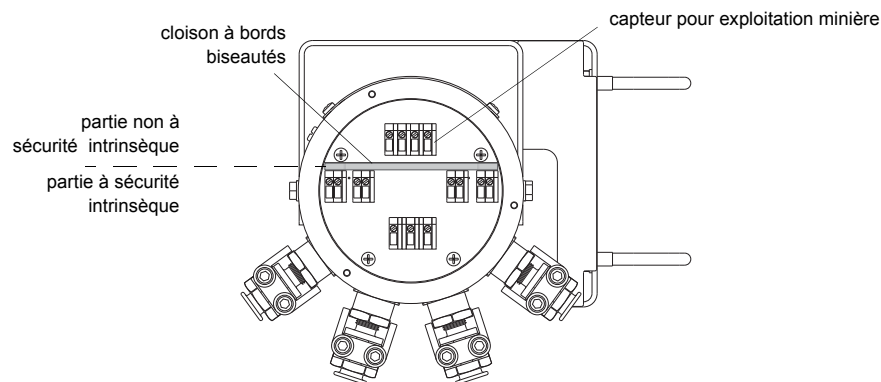
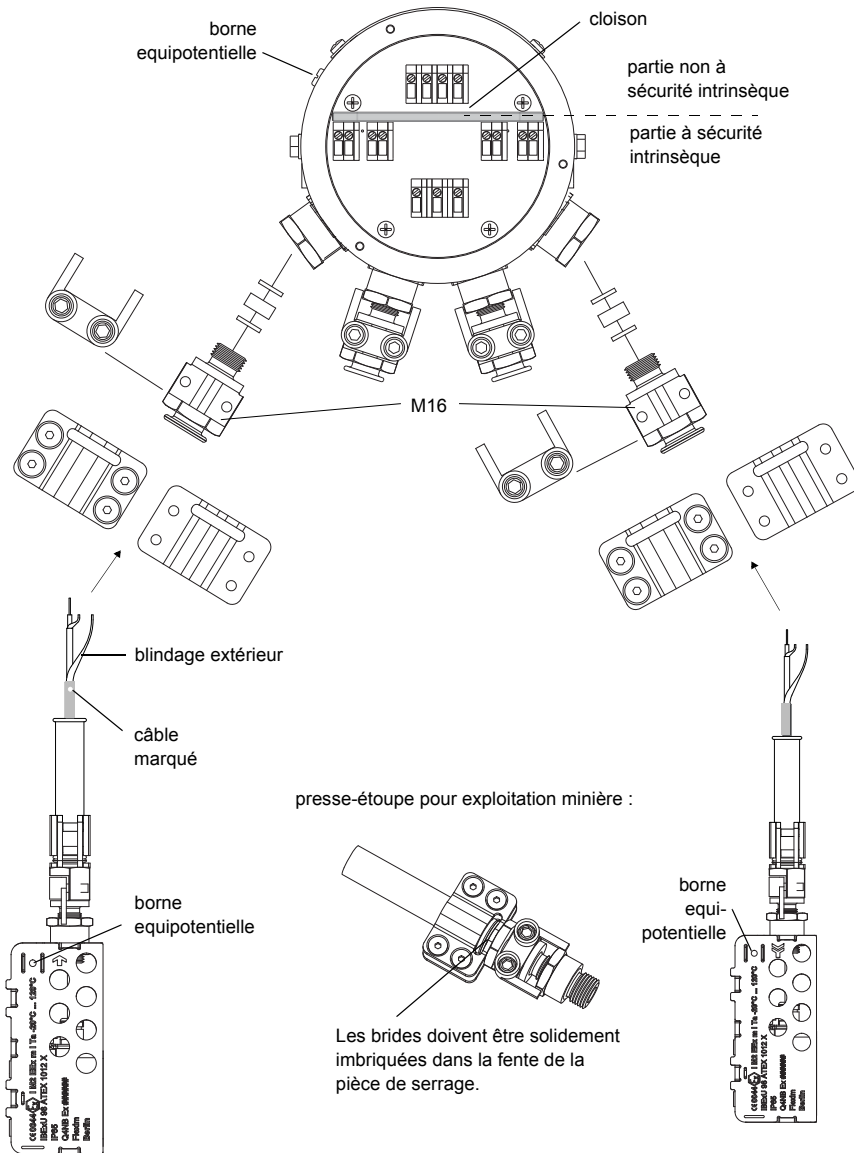

Fig. 8.4: Bornes de raccordement du capteur pour exploitation minière
Fig. 8.5: Raccordement des capteurs de l'exploitation minière au transmetteur
- Introduisez les câbles dans la partie non à sécurité intrinsèque du compartiment de raccordement au travers des deux bords biseautés de la cloison (voir Fig. 8.4).
- Raccordez les brins de la rallonge aux bornes du transmetteur. L'extrémité dénudée torsadée du blindage extérieur doit être raccordée aussi court que possible à la borne (voir Fig. 8.4, Fig. 8.5 et Tab. 8.1).